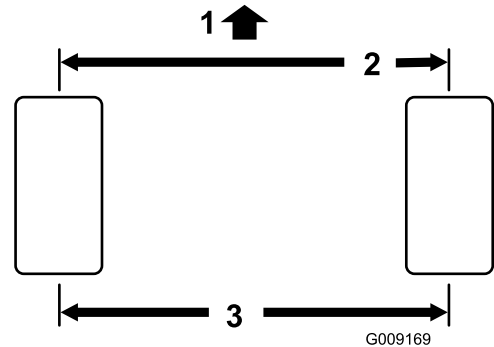

Figura 75
- Misurate l'interasse (all'altezza dell'assale) sulla parte anteriore e posteriore dei pneumatici di sterzo (Figura 75).